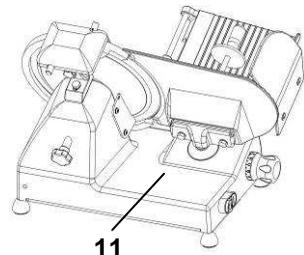

Abb. 12
- Reinigen Sie die Schnittgutablage (11) und das Gehäuse des Gerätes mit einem weichen feuchten Tuch unter Verwendung eines neutralen Reinigungsmittels und trocknen Sie diese anschließend gründlich ab (Abb. 12).